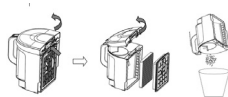

Abb. 3
3. Drücken Sie die Entleerungstaste, nehmen Sie den Deckel des Staubbehälters heraus (Abb. 3) und schütten Sie den Staub in den Abfalleimer aus.
2. Nehmen Sie die Kassette mit dem Filter mit dem SMS-Gewebe und mit dem Schaumstofffilter heraus (Abb. 3).